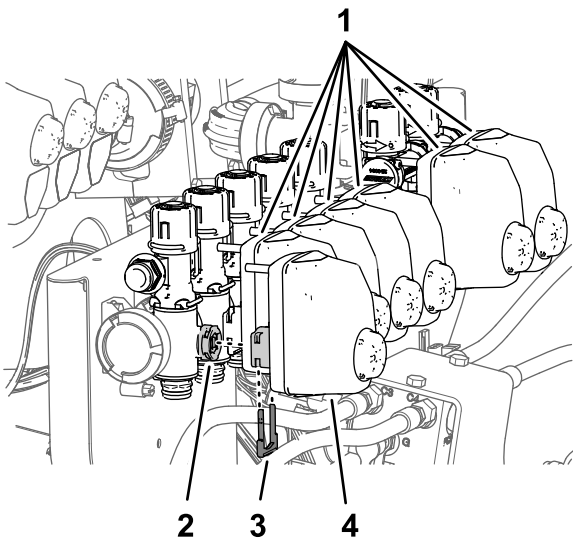

Bild 97
1. Entfernen Sie die Halter, mit denen die Ventilaktoren für die Düsenventile 1 bis 7 befestigt sind (Bild 97).
- Entfernen Sie die Düsenaktuatoren von den Düsenventilen 1 bis 7 (Bild 97).
10. Befestigen Sie die Ventilaktuatoren in den Düsenventilen 1 bis 7 (Bild 97) mit den Haltern, die Sie in Schritt 1 entfernt haben.